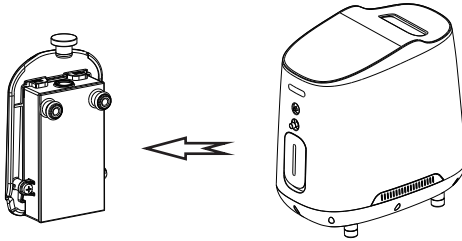

Figura 5
- Estrarre delicatamente la bottiglia di umidificazione nella direzione mostrata nella Figura 5, rimuovere il tappo di gomma nella parte superiore e riempire la bottiglia con acqua fredda purificata senza superare il livello massimo dell'acqua.